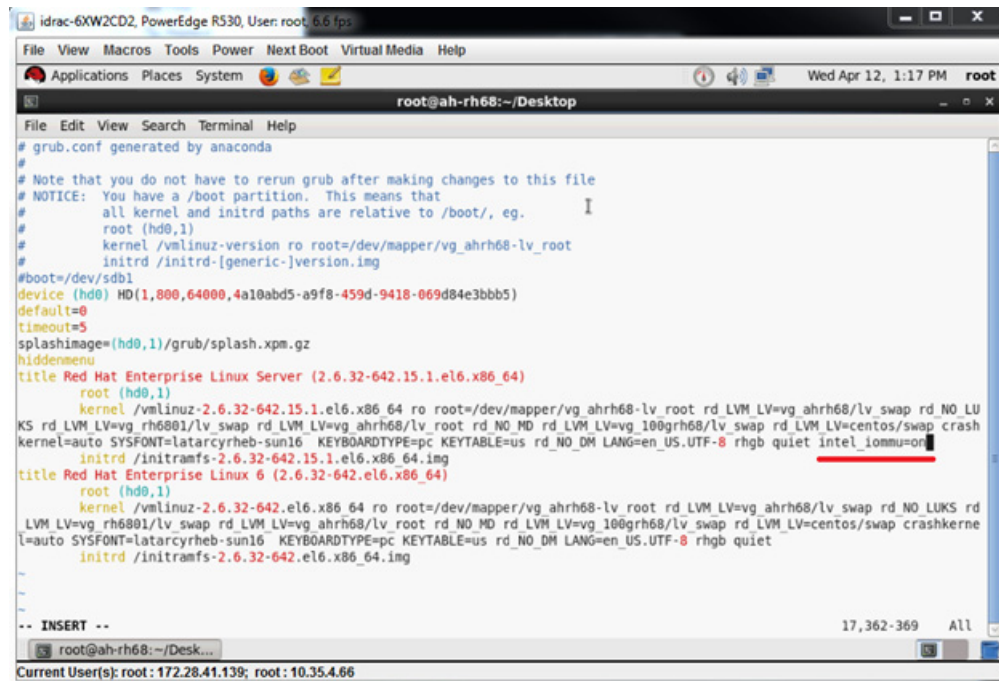

Ilustración 12-10. Edición del archivo grub.conf para SR-IOV
- a. Abra el archivo `grub.conf` y configure el parámetro `iommu` tal como se muestra en la Ilustración 12-10. (Para obtener detalles, consulte “Activación de IOMMU para SR-IOV en instalaciones del sistema operativo Linux basadas en UEFI” en la página 251).